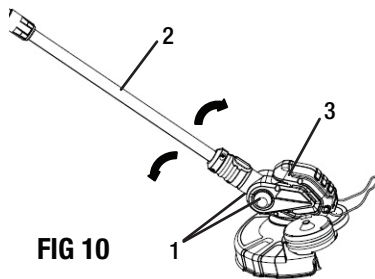

FIG 10
## INCLINACIÓN DEL CABEZAL DEL MOTOR (FIG 10)
1. Presione los botones de inclinación (1) a ambos lados del cabezal del motor (3).
2. Incline el eje (2) contra el cabezal del motor al ángulo deseado como se muestra en la Fig. 10. Un sonido de clic indica que el eje está bloqueado en una de las posiciones.